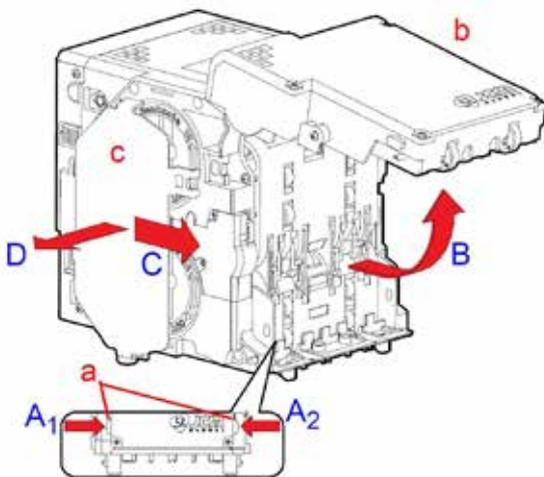

figure 1
1. Pousser simultanément sur les deux boutons d'ouverture/fermeture situés de chaque côté de l'unité (1 - 2) et soulever la section supérieure du détecteur (voir figure 1 a). Contrôler s'il y a des billets bloqués.
2. Retirer le couvercle de guidage d'inversion du sens des billets en poussant sur les deux boutons de relâchement du couvercle, de chaque côté du couvercle (voir figure 1 b).
3. Tourner la manette de blocage pour avoir accès au billet bloqué (voir figure 1 c).
1. Pousser sur les boutons d'ouverture/fermeture de la porte arrière (figure 1 a), sur le couvercle (figure 1 b).
2. Ouvrir le couvercle arrière du dispositif vers le haut tel qu'indiqué par la flèche rouge B dans la figure 1.
3. Faire glisser le couvercle des engrenages (figure 1 c) placé à gauche de l'unité dans le sens indiqué par la flèche rouge C.
4. Enlever le couvercle des engrenages de l'unité dans le sens indiqué par la flèche rouge D, dans la figure 1.